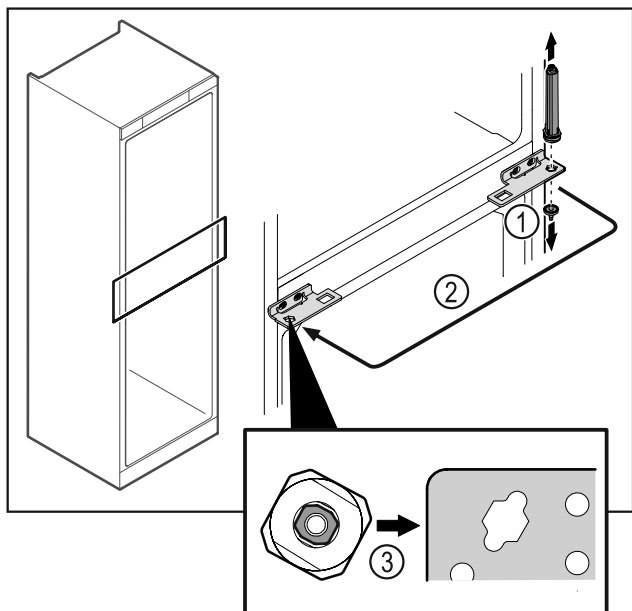

Fig. 44
- Dévisser l'axe de la charnière Fig. 44 (1).
- Changer le système de fermeture de la porte Fig. 44 (2) de côté.
- Lors de la mise en place, veiller à l'orientation correcte du système de fermeture de la porte Fig. 44 (3).